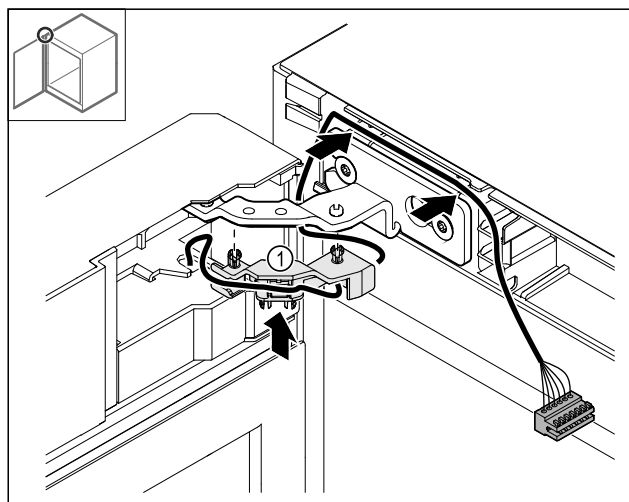

Fig. 49
- Premere il supporto del cavo Fig. 49 (1) nella cerniera.